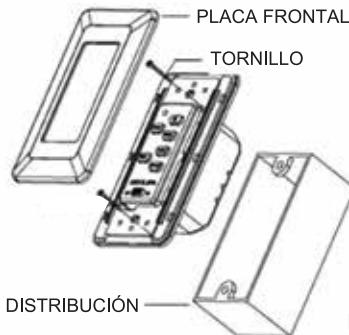

Fig. 32
Paso 1. Retire la placa de pared y el interruptor existentes de la caja de distribución eléctrica. (Fig. 32)